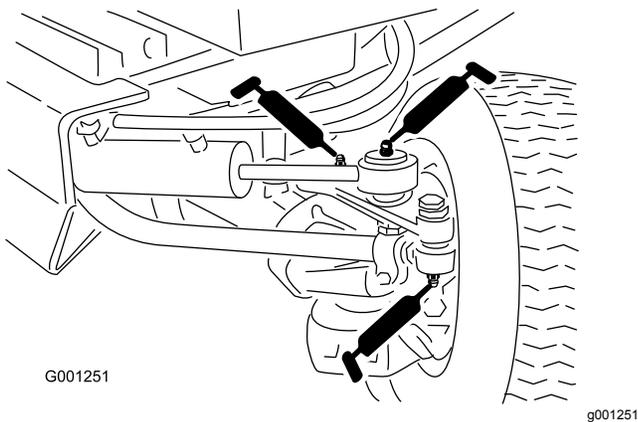

Рисунок 41
- Концы тяг (2 шт.) (Рисунок 41)
- Концы штока гидроцилиндра (2 шт.) (Рисунок 41)
- Шарниры поворотного кулака (2 шт.) (Рисунок 41)
- Ось поворотного шкворня моста (Рисунок 41)